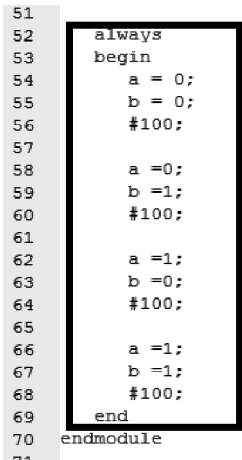

图 3.36 添加 verilog 测试向量
- (9) 如图 3.36 所示, 在 test.v 文件中添加测试向量。
- (10) 保存设计文件 test.v。